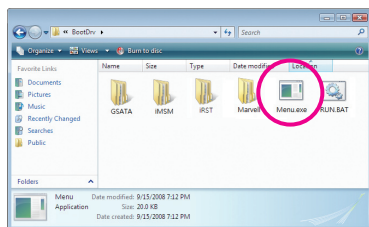
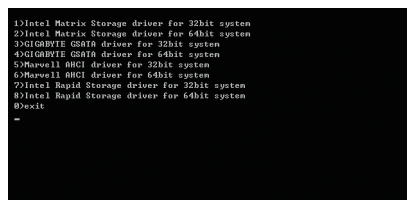

図 3
図 4
- 2: 光学ドライブフォルダから、**BootDrv**フォルダの **Menu.exe** ファイルをダブルクリックします (図 3)。図 4 のようなコマンドプロンプトウィンドウが開きます。
- 3: 空のフォーマット済みディスクを挿入します。メニューから対応する文字を押すことでコントローラドライバを選択し、<Enter>を押します。例えば、図4でメニューから、